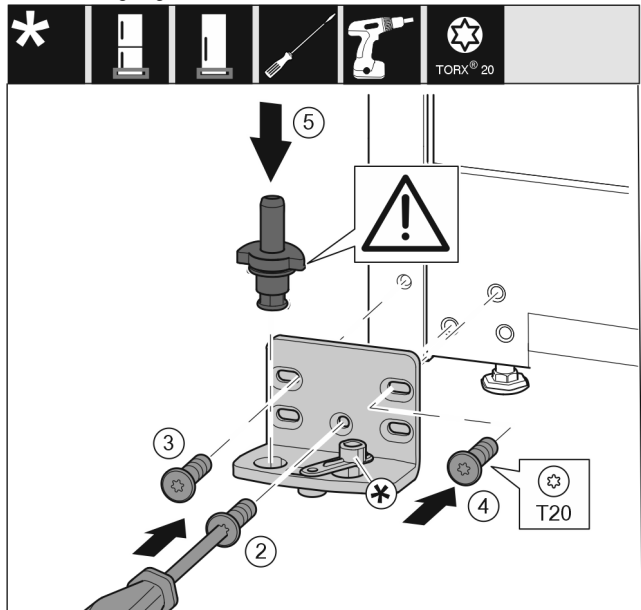

Fig. 15
- Lagerbock auf der anderen Seite ansetzen und mit Hilfe eines Schraubendrehers anschrauben. Mit der Schraube Fig. 15 (2) unten in der Mitte beginnen.
- Schraube Fig. 15 (3) und Schraube Fig. 15 (4) festschrauben.
- Lagerbolzen Fig. 15 (5) komplett einsetzen. Dabei darauf achten, dass der Rastnocken nach hinten zeigt.